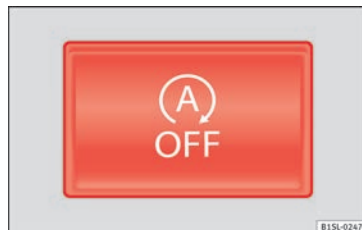

Fig. 158 Sur la console centrale supérieure : touche du système Start-Stop.
- Appuyez sur la touche  située sur la console centrale » **fig. 158**.